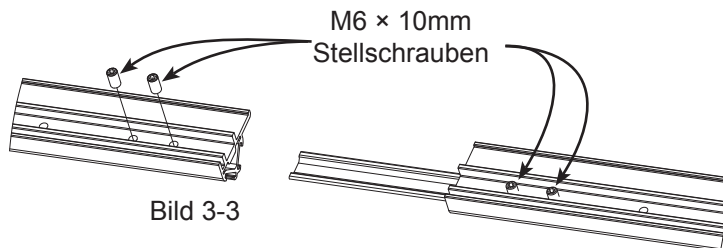

Bild 3-3
**3-3 :** Legen Sie jeweils einen Schienenstützkoppler in die Enden einer Schienenstütze, so dass ungefähr die Hälfte des Kopplers hinausragt. Siehe Bild 3-3.